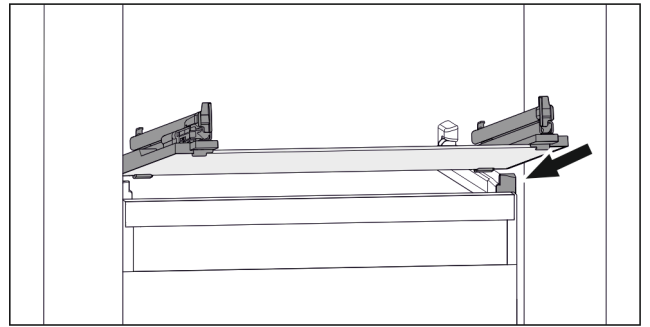

Fig. 113 Príklad zobrazenia sklenenej dosky
- ▶ Nasadte sklenenú dosku šikmo za zárážkami. (pozri Fig. 113)